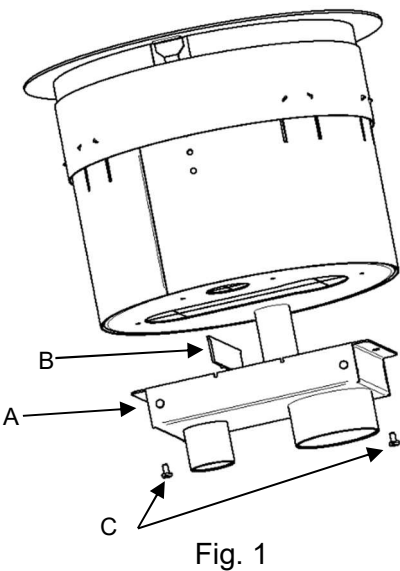

Fig. 1
4. La caja inferior (A) se envía con el accesorio. Inserte el divisor (B) en la caja inferior (A) (vea la Fig. 1) y fije la caja inferior a la lata con los tornillos (C) provistos. Apriete los tornillos (C) a un par de 6-10 in-lbs (0,7-1,1 Nm).